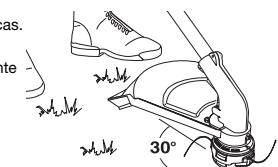

Fig. 16
- Alinee las flechas de la perilla del cabezal de corte con los ojetes de la bobina exterior, si ya no están listos (Fig. 16)